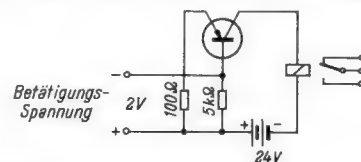

Bild 1. Relais mit vorgeschaltetem Transistor
Entspricht L 6/L 7 in Bild 1.
Steht eine niedrige Spannung (in der Größe von  $2$  V  $\pm 10\%$ ) für die Betätigung des Relais zur Verfügung, so ist die Type 595 HS(A) heranzuziehen. Sie benötigt (Bild 1) eine zusätzliche Speisespannung von  $24$  V  $\pm 5\%$ . Beim Anlegen der Erregerspannung an den Emitterkreis, in dem dann ein Strom von etwa 1 mA fließt, nimmt der Strom im Kollektorkreis einen Wert von 10...15 mA an; das in diesem Kreis liegende Relais betätigt seine Kontakte, die mit max. 5 A bei 250 V~ oder 30 V= belastbar sind. Die Widerstände erhöhen die Stabilität der Schaltung. Die Ausführung A ist mit beliebiger Kontaktbestückung, höchstens jedoch mit zwei Umschaltkontakten, erhältlich.